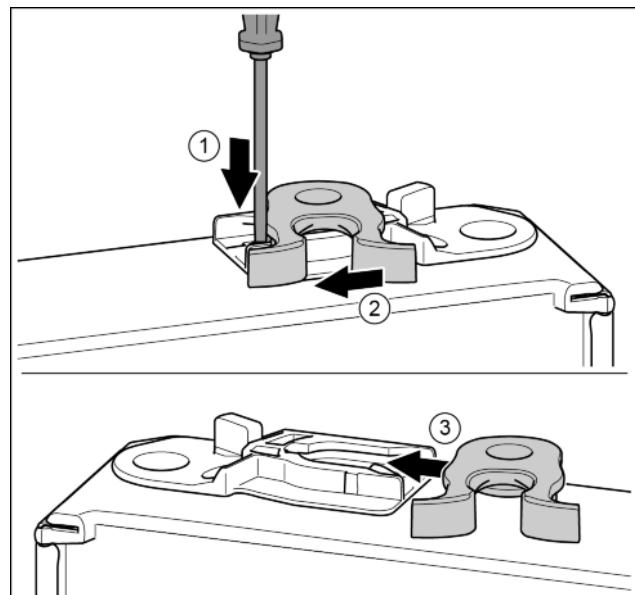

Fig. 17*
- ▶ Odvijačem s prorezom pritisnite jezičac prema dolje. Fig. 17 (1)*
- ▶ Izvucite kuku za zatvaranje iz vodilice. Fig. 17 (2)*
- ▶ Gurnite kuku za zatvaranje na drugoj strani u vodilicu. Fig. 17 (3)*